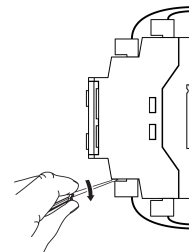

Рисунок 2 –
1. Снять ответные части съёмных клеммников (см. *рисунок 2*).